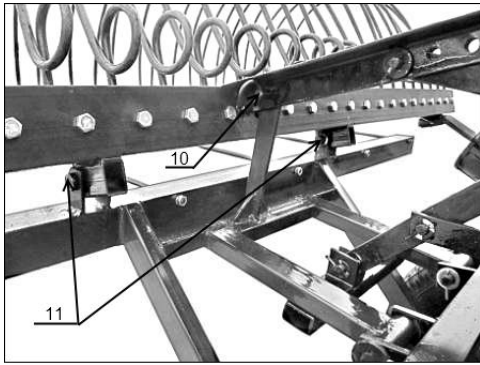

Рис. 5
а) снять пальцы с шарнирных узлов и штырь транспортного положения с кронштейна (см. рис.5) и разъединить балку грабельную от рамы;
4.11. Соединить раму и балку грабельную при помощи пальцев в шарнирных узлах (рис.5.,поз.11).
При транспортировке граблей к месту прокоса и обратно, необходимо зафиксировать балку грабельную в транспортном положении на специальном кронштейне с помощью штыря (рис.5, поз.10).